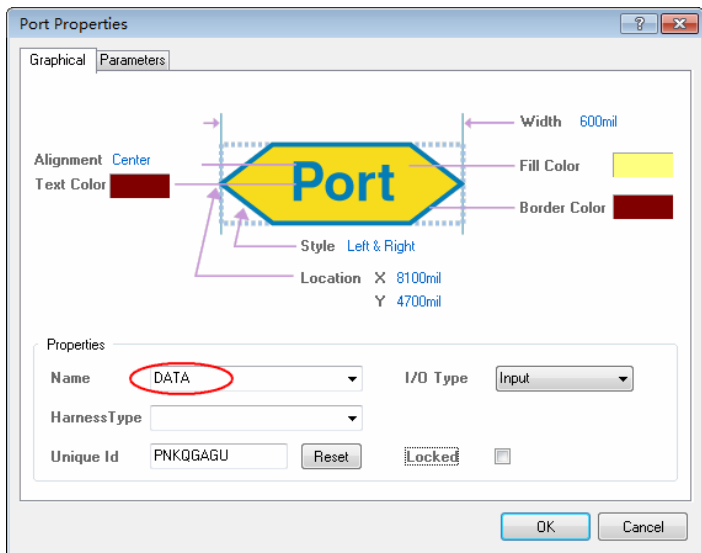

图 7-2 Port 属性对话框
- （4）双击放置好的端口或者在完成放置前按下 **Tab** 键，都会打开 Port（端口）属性对话框，如图 7-2 所示。